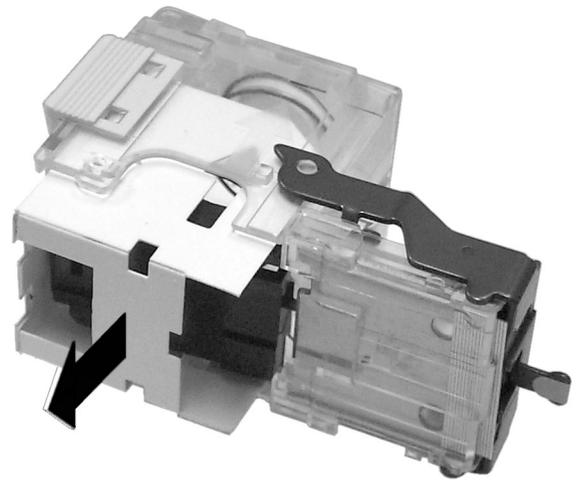

Abbildung 5: Leeren Heftklammersatz entfernen
- 4 Den weißen Heftklammersatz an der offenliegenden Seite anfassen und vollständig aus dem Heftklammermagazin herausziehen (Abbildung 5).